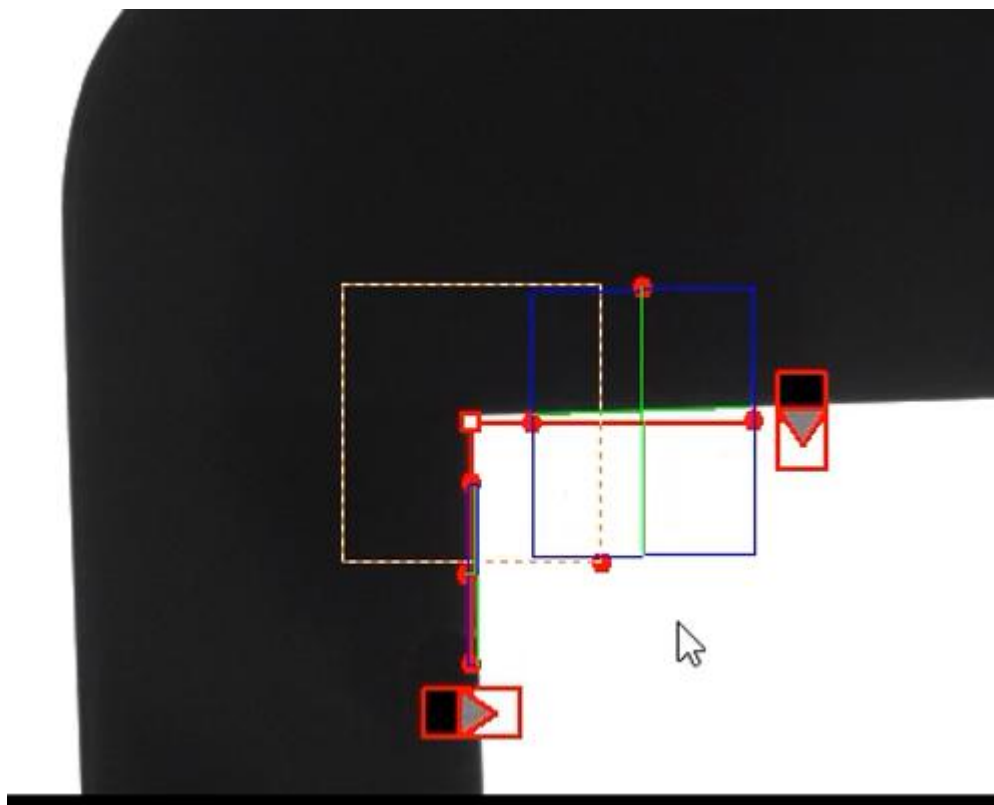

图 2-15
- d. **直线交点**: 选择“直线交点”工具（弹出如下图 2-15 所示）->调整好绿色框的位置以及大小（红色箭头所指位置：有两个红色框，灰色箭头从上往下表示：从上往下的搜索方向，如下图从上往下是黑色到白色的过度边，因此灰色箭头的上方为黑色，下方为白色，反之，鼠标左键双击红色框，改变后灰色箭头的上方为白色，下方为黑色，）->再点击鼠标右键，点击“学习靶标”完成靶标学习方法以及保存。